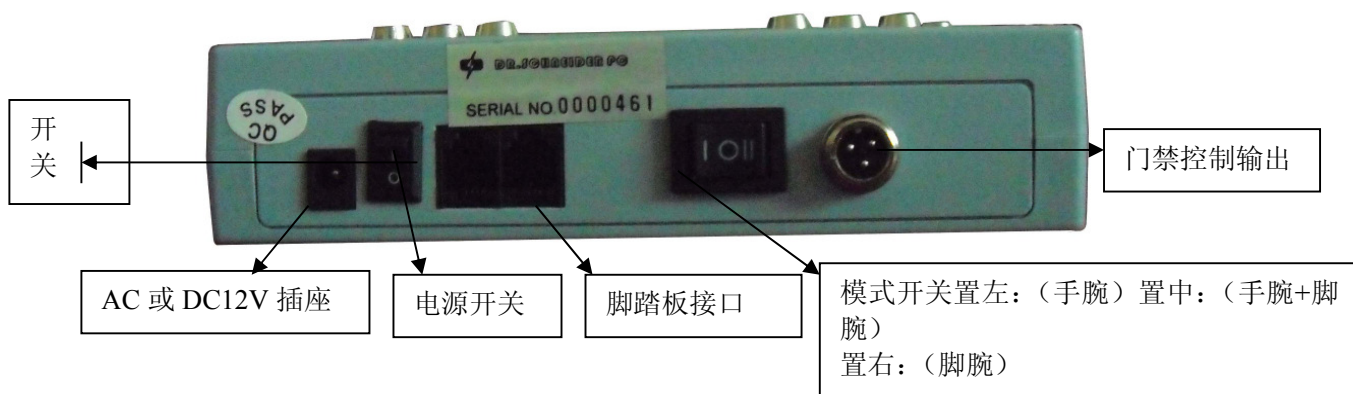

图 2
- 3、欠电指示，当 BATTERY LOW 灯亮表示电压太低。否则测试参数精度下降。（最好使用电源适配器 AC 或 DC12V）见图 2